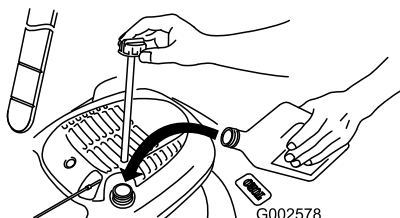

Figure 33
4. Versez de l'huile **lentement** dans le goulot de remplissage pour faire monter le niveau de liquide jusqu'au repère du plein (**Full**) sur la jauge (Figure 33). **Ne remplissez pas excessivement.** (Remplissage max. : 0,59 l, type : huile détergente SAE 30W de classe de service API SF, SG, SH, SJ, SL ou supérieure.)